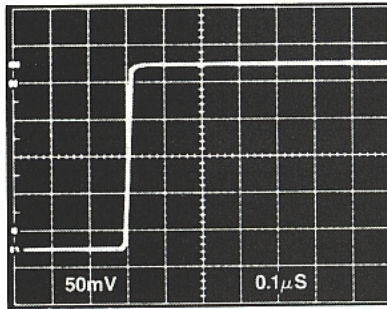

Figure 2 : Effets de masse non visibles (BW = 15 MHz).
A) Les figures 2, 3, et 4 montrent l'influence d'un fil de masse de 30 cm en fonction de la bande passante de l'oscilloscope.
La figure 2 illustre la trace visualisée par un appareil de 15 MHz de bande passante ; tout semble correct du fait que les oscillations sont fortement atténuées par la bande passante de l'instrument.